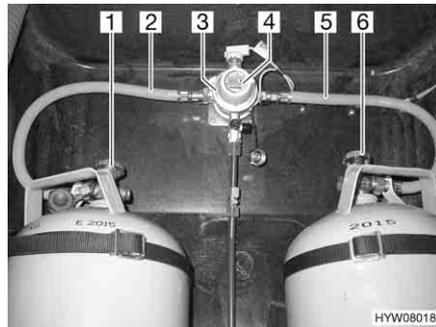
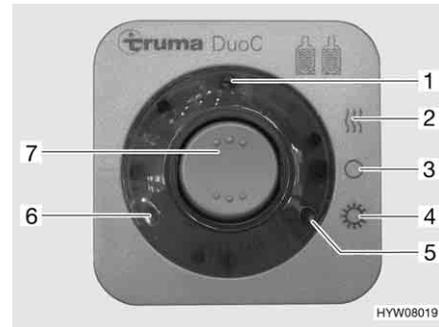

Fig. 130 Dispositif de commutation DuoControl
Fig. 131 Unité de commande
Le dispositif de commutation DuoControl est composé d'une valve de commutation (Fig. 130,3) et de l'unité de commande (Fig. 131). La valve de commutation est montée entre les lyres (Fig. 130,2 et 5). Un bouton rotatif (Fig. 130,4) situé sur la valve de commutation permet de définir laquelle des bouteilles de gaz est celle de service et laquelle est celle de réserve.
Seules les fonctions électriques peuvent être activées sur l'unité de commande (Fig. 131). Les robinets principaux des bouteilles de gaz (Fig. 130,1 et 6) doivent être ouverts manuellement.
La valve de commutation garantit une pression du gaz constante, indépendamment de la bouteille qui fournit le gaz. Les deux voyants de contrôle de l'unité de commande indiquent le niveau de remplissage de la bouteille de service. Lorsque le voyant de contrôle vert (Fig. 131,6) s'allume, la bouteille de service est entièrement chargée. Lorsque le voyant de contrôle rouge (Fig. 131,5) s'allume, la bouteille de service est vide. L'alimentation en gaz s'effectue également par la bouteille de réserve.
- Ouvrir les robinets principaux des bouteilles de gaz (Fig. 130,1 et 6).
- Choisir la bouteille de gaz avec le bouton rotatif (Fig. 130,4) de la valve de commutation (Fig. 130,3) à partir de laquelle le gaz sera utilisé principalement (bouteille de service).
- Mettre en marche le dispositif de commutation DuoControl sur l'unité de commande (Fig. 131).
Pour ce faire, régler le commutateur à bascule (Fig. 131,7) sur régime hiver "Marche et chauffage" (Fig. 131,2) ou bien sur régime été "Marche" (Fig. 131,4). La valve de commutation est maintenant désaérée. Le voyant de contrôle jaune (Fig. 131,1) s'allume si le régime hiver est sélectionné et l'installation de dégivrage est activée.
- Mettre le commutateur à bascule (Fig. 131,7) sur "O" (Fig. 131,3). Le voyant de contrôle jaune (Fig. 131,1) s'éteint.
- Fermer les robinets principaux des bouteilles de gaz (Fig. 130,1 et 6).
Affichage à distance Les voyants de contrôle de l'unité de commande (Fig. 131,5 et 6) signalisent à l'intérieur du véhicule si la bouteille de gaz est en état de marche.
Remplacement des bouteilles de gaz Si le voyant de contrôle vert (Fig. 131,6) s'éteint durant le fonctionnement et le voyant de contrôle rouge (Fig. 131,5) s'allume, la bouteille de gaz définie comme bouteille de service est vide et doit être remplacée. La bouteille de réserve alimente les appareils à gaz.